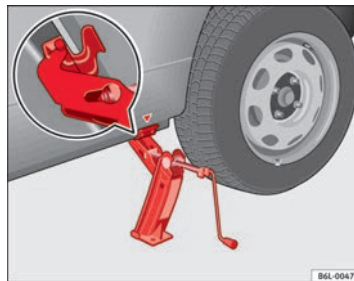

Abb. 141 Wagenheber
- Richten Sie den Wagenheber so aus, dass seine Klaue den Steg des Unterholms umfasst und die bewegliche Grundplatte plan auf dem Boden aufliegt ⇒ **Abb. 141**.